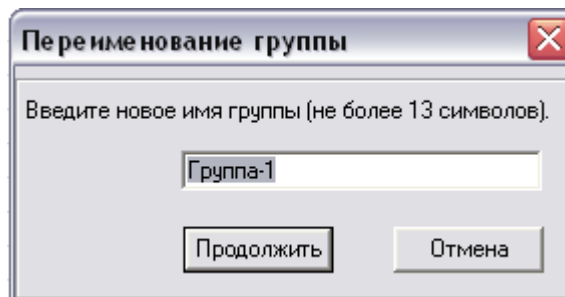

Рисунок 52
- в появившемся диалоговом окне (рисунок 52) ввести новое имя группы (не более 13 знаков);